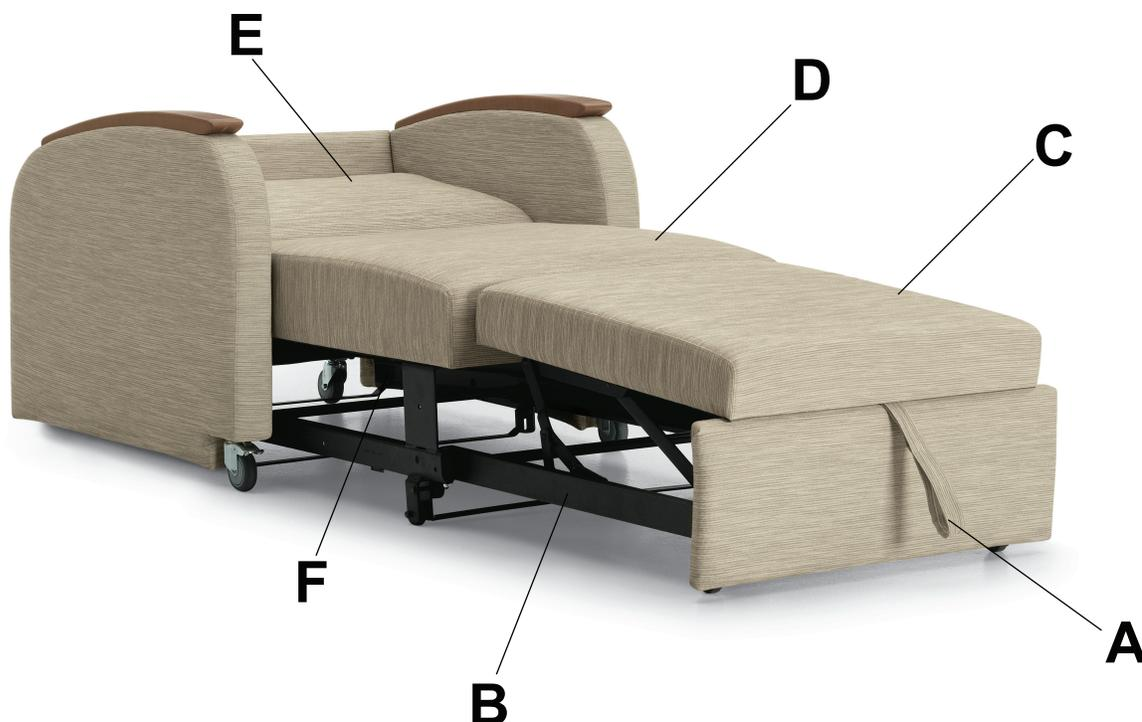

Figure 6 – Remplacement du coussin d'assise
1. Tirer la sangle (A) à l'avant du fauteuil inclinable pour glisser vers l'extérieur de châssis d'extension (B) (Figure 6).
2. Tirer la sangle vers le haut et vers l'extérieur pour soulever le coussin repose-pieds (C) en position verticale.